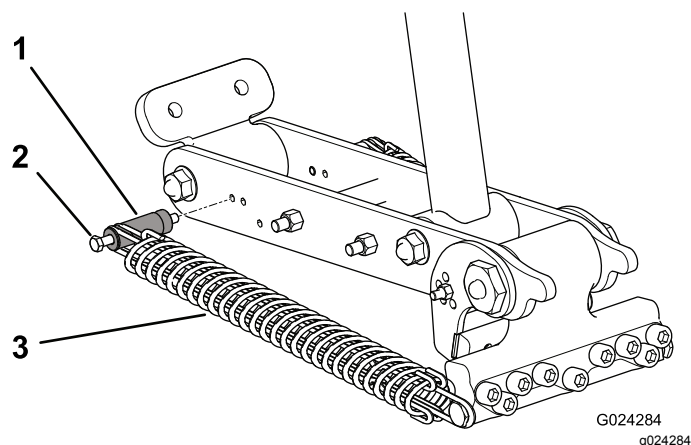
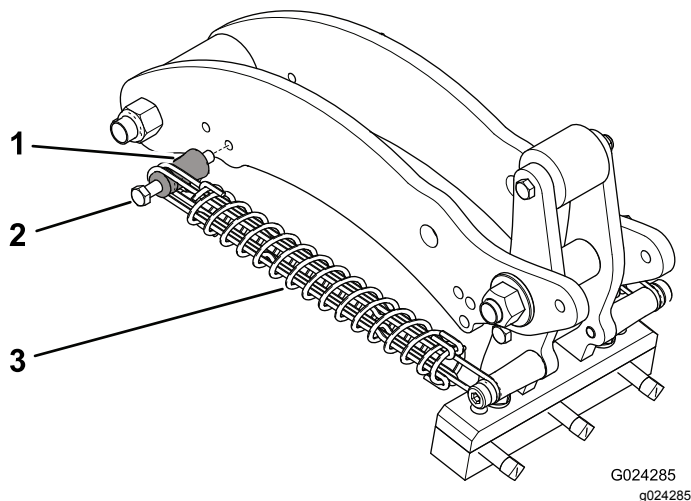

Рисунок 41
Рисунок 42
4. Отверните гайку крепления болта пружинодержателя к рычагу (Рисунок 41 или Рисунок 42).
5. Снимите болт пружинодержателя и пружинодержатель с рычага и переставьте их в другое регулировочное отверстие (Рисунок 41 или Рисунок 42).